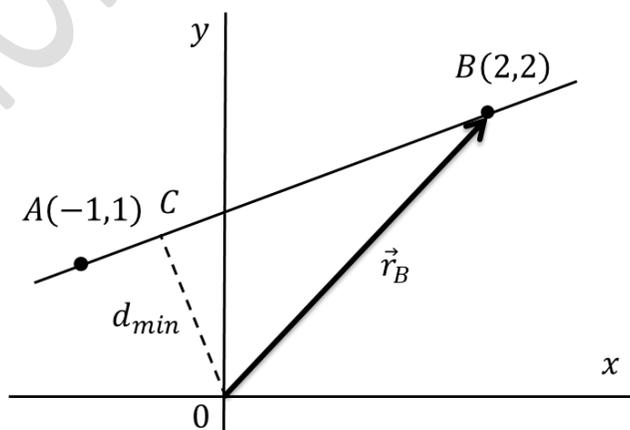

Fig. 1.3.
1.4.- Una recta pasa por los puntos $A(-1,1)$ (m) y $B(2,2)$ (m) del plano cartesiano con origen en 0 como muestra la Fig. 1.3.